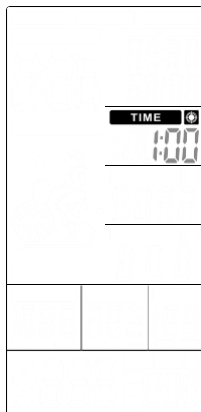

Abbildung 35
- ① Drücken Sie im Standby-Modus (Standby-Mode) die Taste „Zielwert der Zeit“ (Target Time). TIME beginnt zu leuchten und ein langes Signal (1s) ertönt.
- ② Wert: TIME (ZEIT) blinkt. Drücken Sie UP und DOWN, um den Wert einzustellen (Abbildung 35) und drücken Sie ENTER, um die Einstellungen zu bestätigen. Das Signal ertönt 1 Sekund lang, TIME leuchtet.